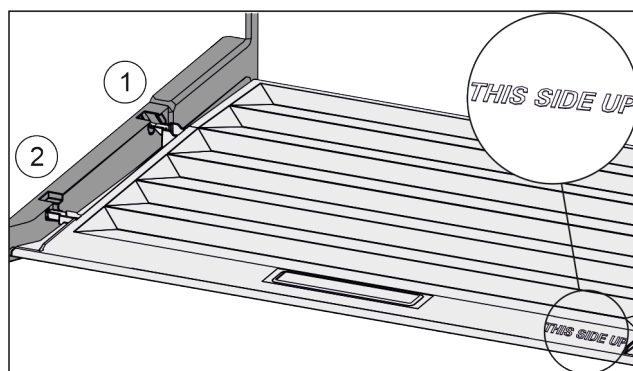

Fig. 129
- Introduceți nervura capacului prin orificiul suportului posterior Fig. 129 (1) și înclinați-l în față în suport Fig. 129 (2).